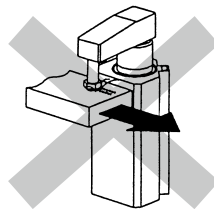

図5
- ⑤ クランプ中にワークが外力等により動く様な使用はしないでください。(図5)
- ⑥ その他、シリンダのピストンロッドに回転力の掛る様な使用はしないでください。
① 横方向での使用はしないでください。